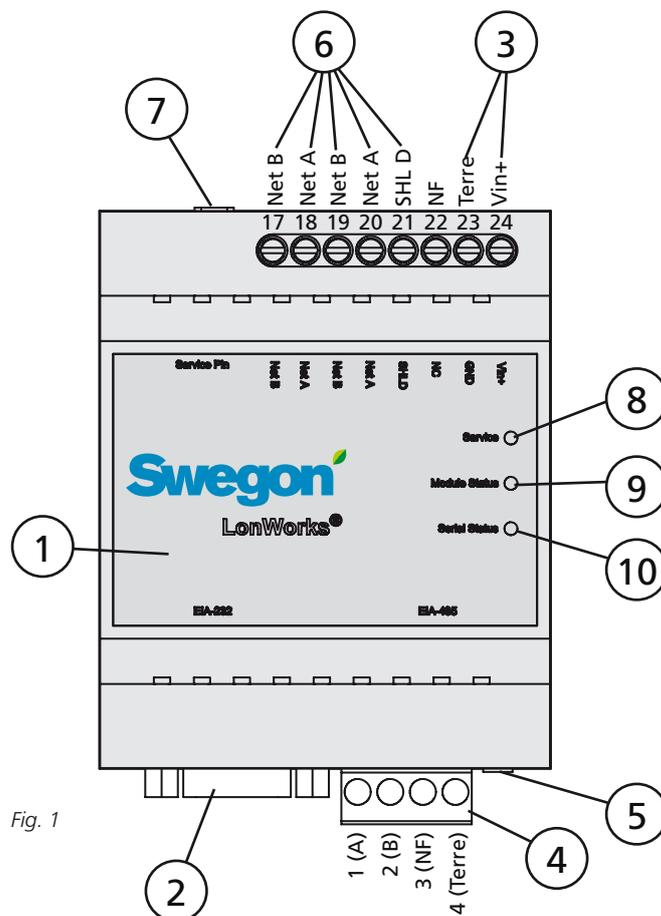
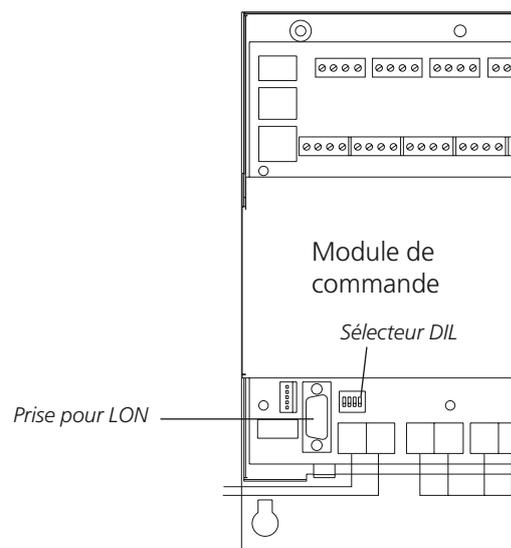
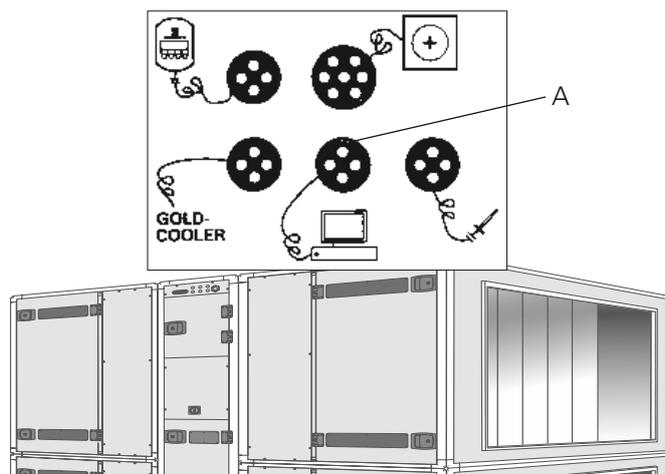

Fig. 1
Fig. 6
Fig. 7
Le sélecteur DIL doit être sur ON (voir Fig. 1, point 5).
Connecter le réseau du module de communication GOLDen GATE (Fig. 1, n° 2) au module de commande de la CTA GOLD (prise LON dans la Fig. 6). Utiliser le câble de communication data fourni.
Le sélecteur DIL n° 4 du module de commande de la CTA GOLD doit être sur ON, et le sélecteur DIL n° 3 sur OFF (voir Fig. 6).
Connecter l'alimentation 24 V CA aux bornes Vin+ (24) et terre (GND - 23). L'alimentation électrique peut provenir du module de commande de la centrale de traitement d'air, voir ci-dessous et la Fig. 7.
Connecter le réseau du module de communication GOLDen GATE au module de commande de la CTA GOLD. Utiliser le câble de communication fourni. Le câble de communication est muni d'un connecteur rapide rond à 4 broches et d'un sous-connecteur D 9 broches. Raccorder le A de la Fig. 7 au n° 2 de la Fig. 1.